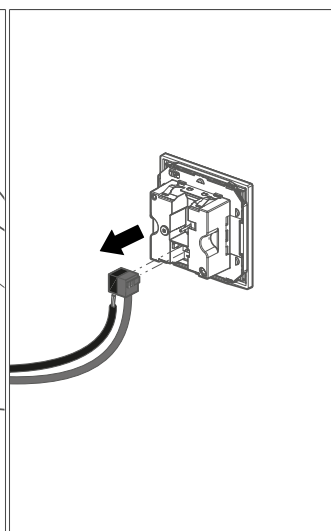

Fig. 22: Scollegamento del morsetto di collegamento bus KNX
- 4 Rimuovere il morsetto di collegamento bus KNX dal dispositivo (guardare Fig. 22).